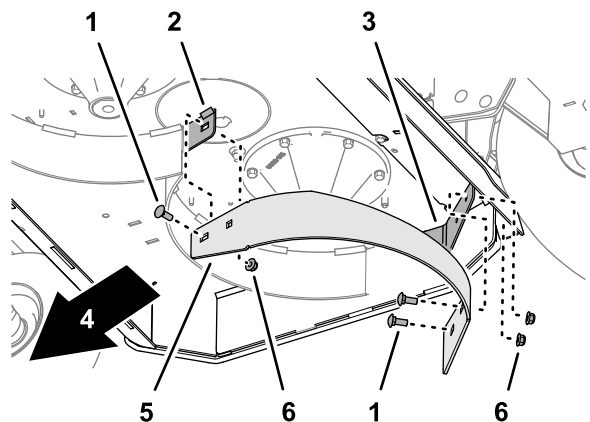

Figure 13
3. Retirez les 3 boulons de carrosserie ($\frac{3}{8}$ " x 1") et les 3 contre-écrous à embase ($\frac{3}{8}$ ") qui fixent le déflecteur droit à la bride de la plaque de mulching et au petit déflecteur du plateau de coupe, et déposez le déflecteur gauche (Figure 13).